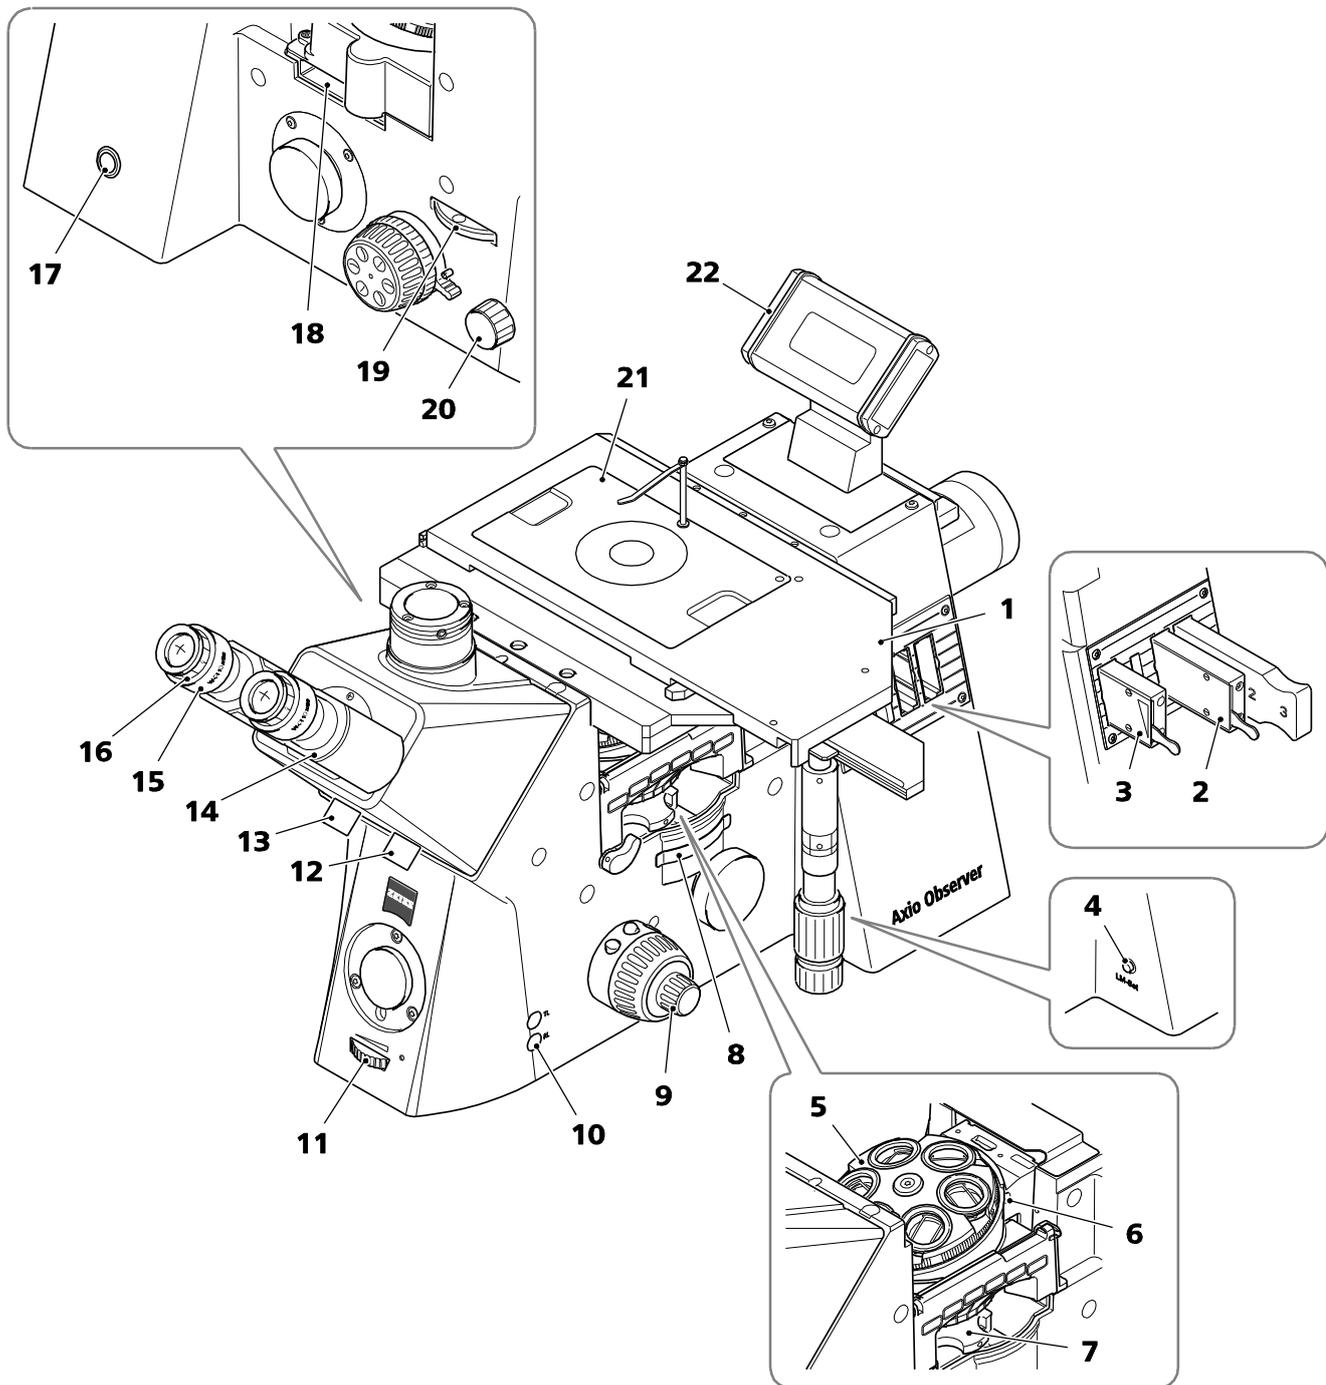
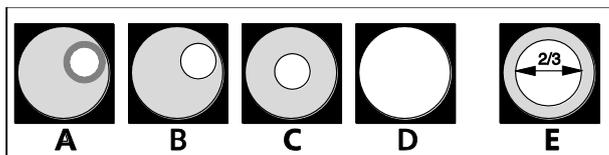
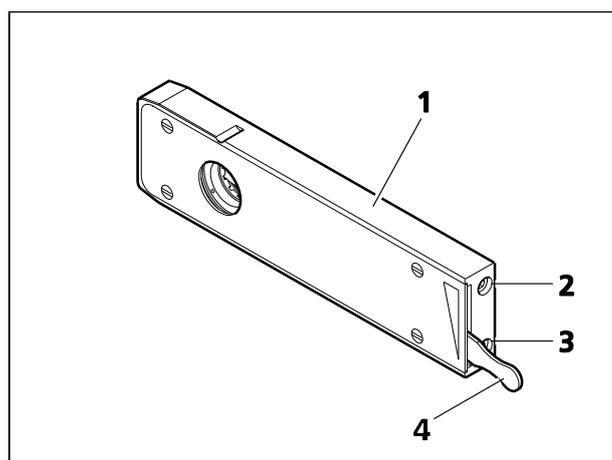

Fig. 154 Réglage du champ clair en lumière réfléchie (Axio Observer 5 materials)
Fig. 155 Réglages du diaphragme en lumière réfléchié sur champ clair selon le principe d'illumination de KÖHLER
Fig. 156 Curseur diaphragme iris pour lumière réfléchié
Légende pour Fig. 154 :
(2) Équipements de l'appareil
(3) Réglages du champ clair en lumière réfléchié selon le principe d'illumination de KÖHLER
- Allumer Le dispositif d'éclairage HAL 100 ou microLED pour la lumière réfléchié à l'aide du bouton RL (Fig. 154/10) situé sur le statif du microscope.
- Régler l'intensité lumineuse en tournant la molette de commande (Fig. 154/11) située sur le statif du microscope.
- Tourner la tourelle porte-objectifs (Fig. 154/5) pour faire pivoter l'objectif 10x (anneau jaune).
- Utiliser la commande de mise au point (Fig. 154/9) pour effectuer la mise au point sur l'échantillon. Pour éviter toute collision entre l'objectif et l'échantillon, toujours procéder à la mise au point, si possible, loin de l'échantillon.
- Déplacer le levier de réglage du curseur du diaphragme d'ouverture MAT (Fig. 154/2 ou Fig. 156/4) en position centrale (environ à moitié ouvert ou fermé).
- Utiliser le levier de commande (Fig. 156/4) du curseur à diaphragme en champ lumineux (Fig. 154/3) pour réduire le diaphragme en champ lumineux jusqu'à ce qu'il soit visible dans le champ de vision (Fig. 155/A).
- Tourner la commande de mise au point (Fig. 154/9) pour refaire la mise au point sur le bord du diaphragme en champ lumineux (Fig. 155/B) et utiliser les vis de centrage (Fig. 156/2, 3) pour centrer le diaphragme en champ lumineux sur le bord du champ de vision (Fig. 155/C).
- Ouvrir alors le diaphragme en champ lumineux (Fig. 154/3) jusqu'à ce qu'il disparaisse simplement du champ de vision (Fig. 155/D).
- Pour régler le diaphragme d'ouverture (contraste de l'image), retirer un oculaire (Fig. 154/15) du tube binoculaire et regarder dans le tube à l'œil nu ou insérer le microscope auxiliaire à la place de l'oculaire.
- Centrer le diaphragme d'ouverture avec les vis de centrage sur le curseur du diaphragme d'ouverture MAT (Fig. 154/2) ; pour les échantillons à contraste moyen, régler le levier de commande sur environ 2/3 à 4/5 du diamètre de la pupille de sortie de l'objectif (Fig. 155/E).
- Enfin, remettre l'oculaire en place, procéder à nouveau à la mise au point à l'aide de la commande de mise au point (Fig. 154/9) et adapter la luminosité de l'image avec la molette de contrôle (Fig. 154/11) à l'échantillon en lumière réfléchié.
Ne jamais utiliser le diaphragme d'ouverture pour régler la luminosité de l'image. Utiliser la molette de réglage de l'intensité de l'éclairage (Fig. 154/11) à cet effet !
- Utiliser d'abord l'obturateur de fluorescence interne pour maintenir fermée la trajectoire lumineuse dans la partie en lumière réfléchie en appuyant sur le bouton RL (Fig. 154/10).
- Sur la tourelle porte-rélecteur (Fig. 154/7) ou la tourelle porte-rélecteur virtuelle (si le double disque porte-filtres mot. est disponible), sélectionner l'association de filtres à fluorescence souhaitée (selon le type d'excitation souhaité) et mettre sous tension.
- Insérer un curseur à diaphragme iris dans l'emplacement F du diaphragme en champ lumineux (Fig. 154/3) jusqu'à ce qu'il s'enclenche.
- À l'aide du levier (Fig. 156/4), fermer le diaphragme jusqu'à ce qu'il soit visible dans le champ de vision.
- Centrer le diaphragme à l'aide des deux vis de réglage (Fig. 156/2, 3) sur le curseur (à l'aide d'un tournevis à tête sphérique de 3 mm). Enfin, ouvrir le diaphragme jusqu'à ce que tout le champ soit dégagé.
- Insérer le curseur centré dans l'emplacement A (Fig. 154/2) du diaphragme d'ouverture jusqu'à ce qu'il s'enclenche.
(3) Réglage de la polarisation en lumière réfléchie
- Faire pivoter le module réflecteur DIC/Pol P&C sur la tourelle porte-réflecteurs (Fig. 154/7) dans la trajectoire du faisceau ou insérer le module réflecteur Pol P&C et le curseur d'analyseur.